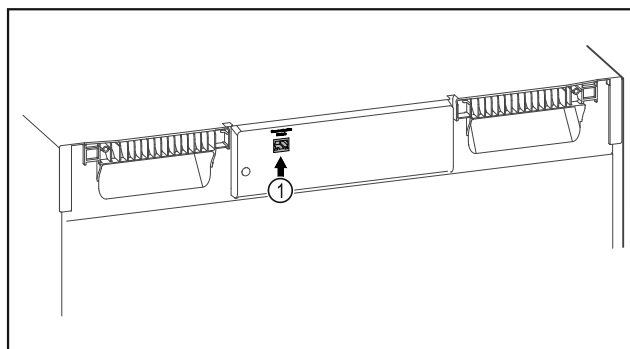

Fig. 112
- ☐ SmartModule Fig. 112 (1) установлен.